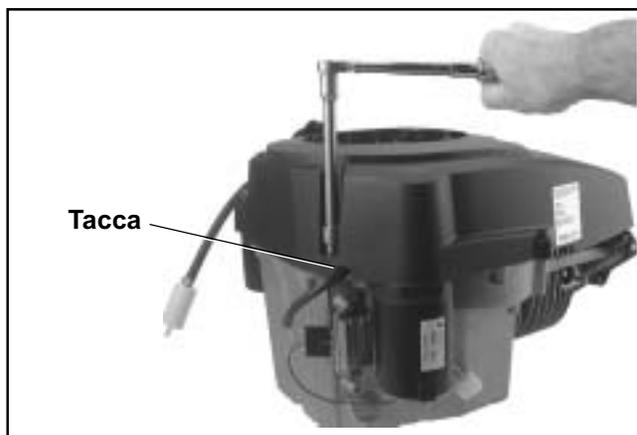

Figura 10-71. Installazione delle viti del convogliatore dell'aria.
2. Accertarsi che i cavi dello statore si trovino tra le tacche del convogliatore dell'aria. Allineare le superfici di montaggio, quindi installare le quattro viti di montaggio M6 con spalla. Se è presente una rondella piana sotto la testa di una vite, installare la vite nella posizione più vicina a tappo di rifornimento/astina di livello dell'olio. Serrare le viti a **11,0 N·m (95 in. lb.)** in fori nuovi oppure **7,5 N·m (65 in. lb.)** in fori usati. Vedere Figura 10-71.